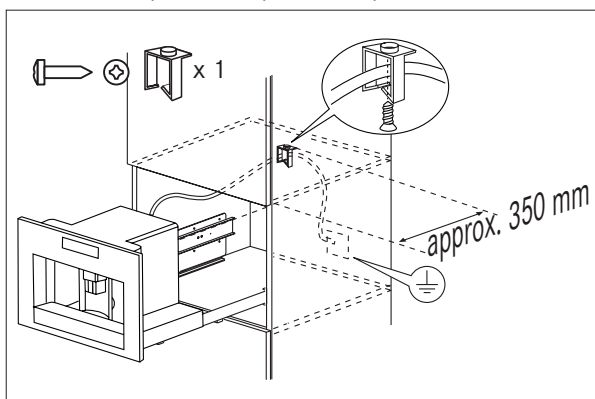

Fig. 6
- ▶ Fixați cablul de alimentare cu clema (Fig. 6). Cablul de alimentare trebuie să fie suficient de lung pentru a permite extragerea aparatului din dulap în vederea umplerii recipientului pentru cafea boabe.